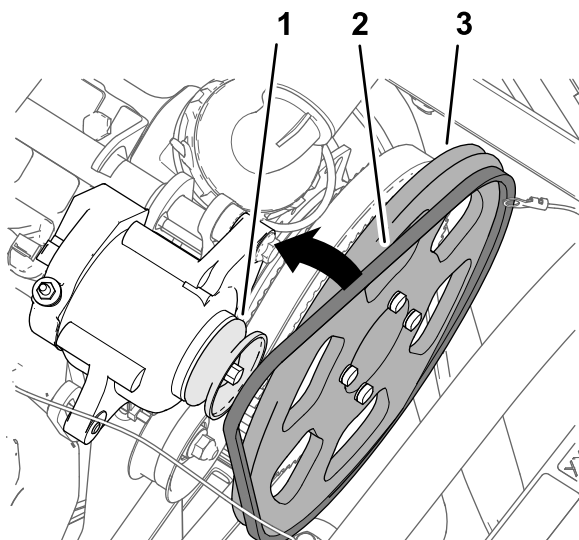

Figura 182
- Monte a cobertura da correia em V na polia da transmissão de 279 mm e a polia do alternador (Figura 182).